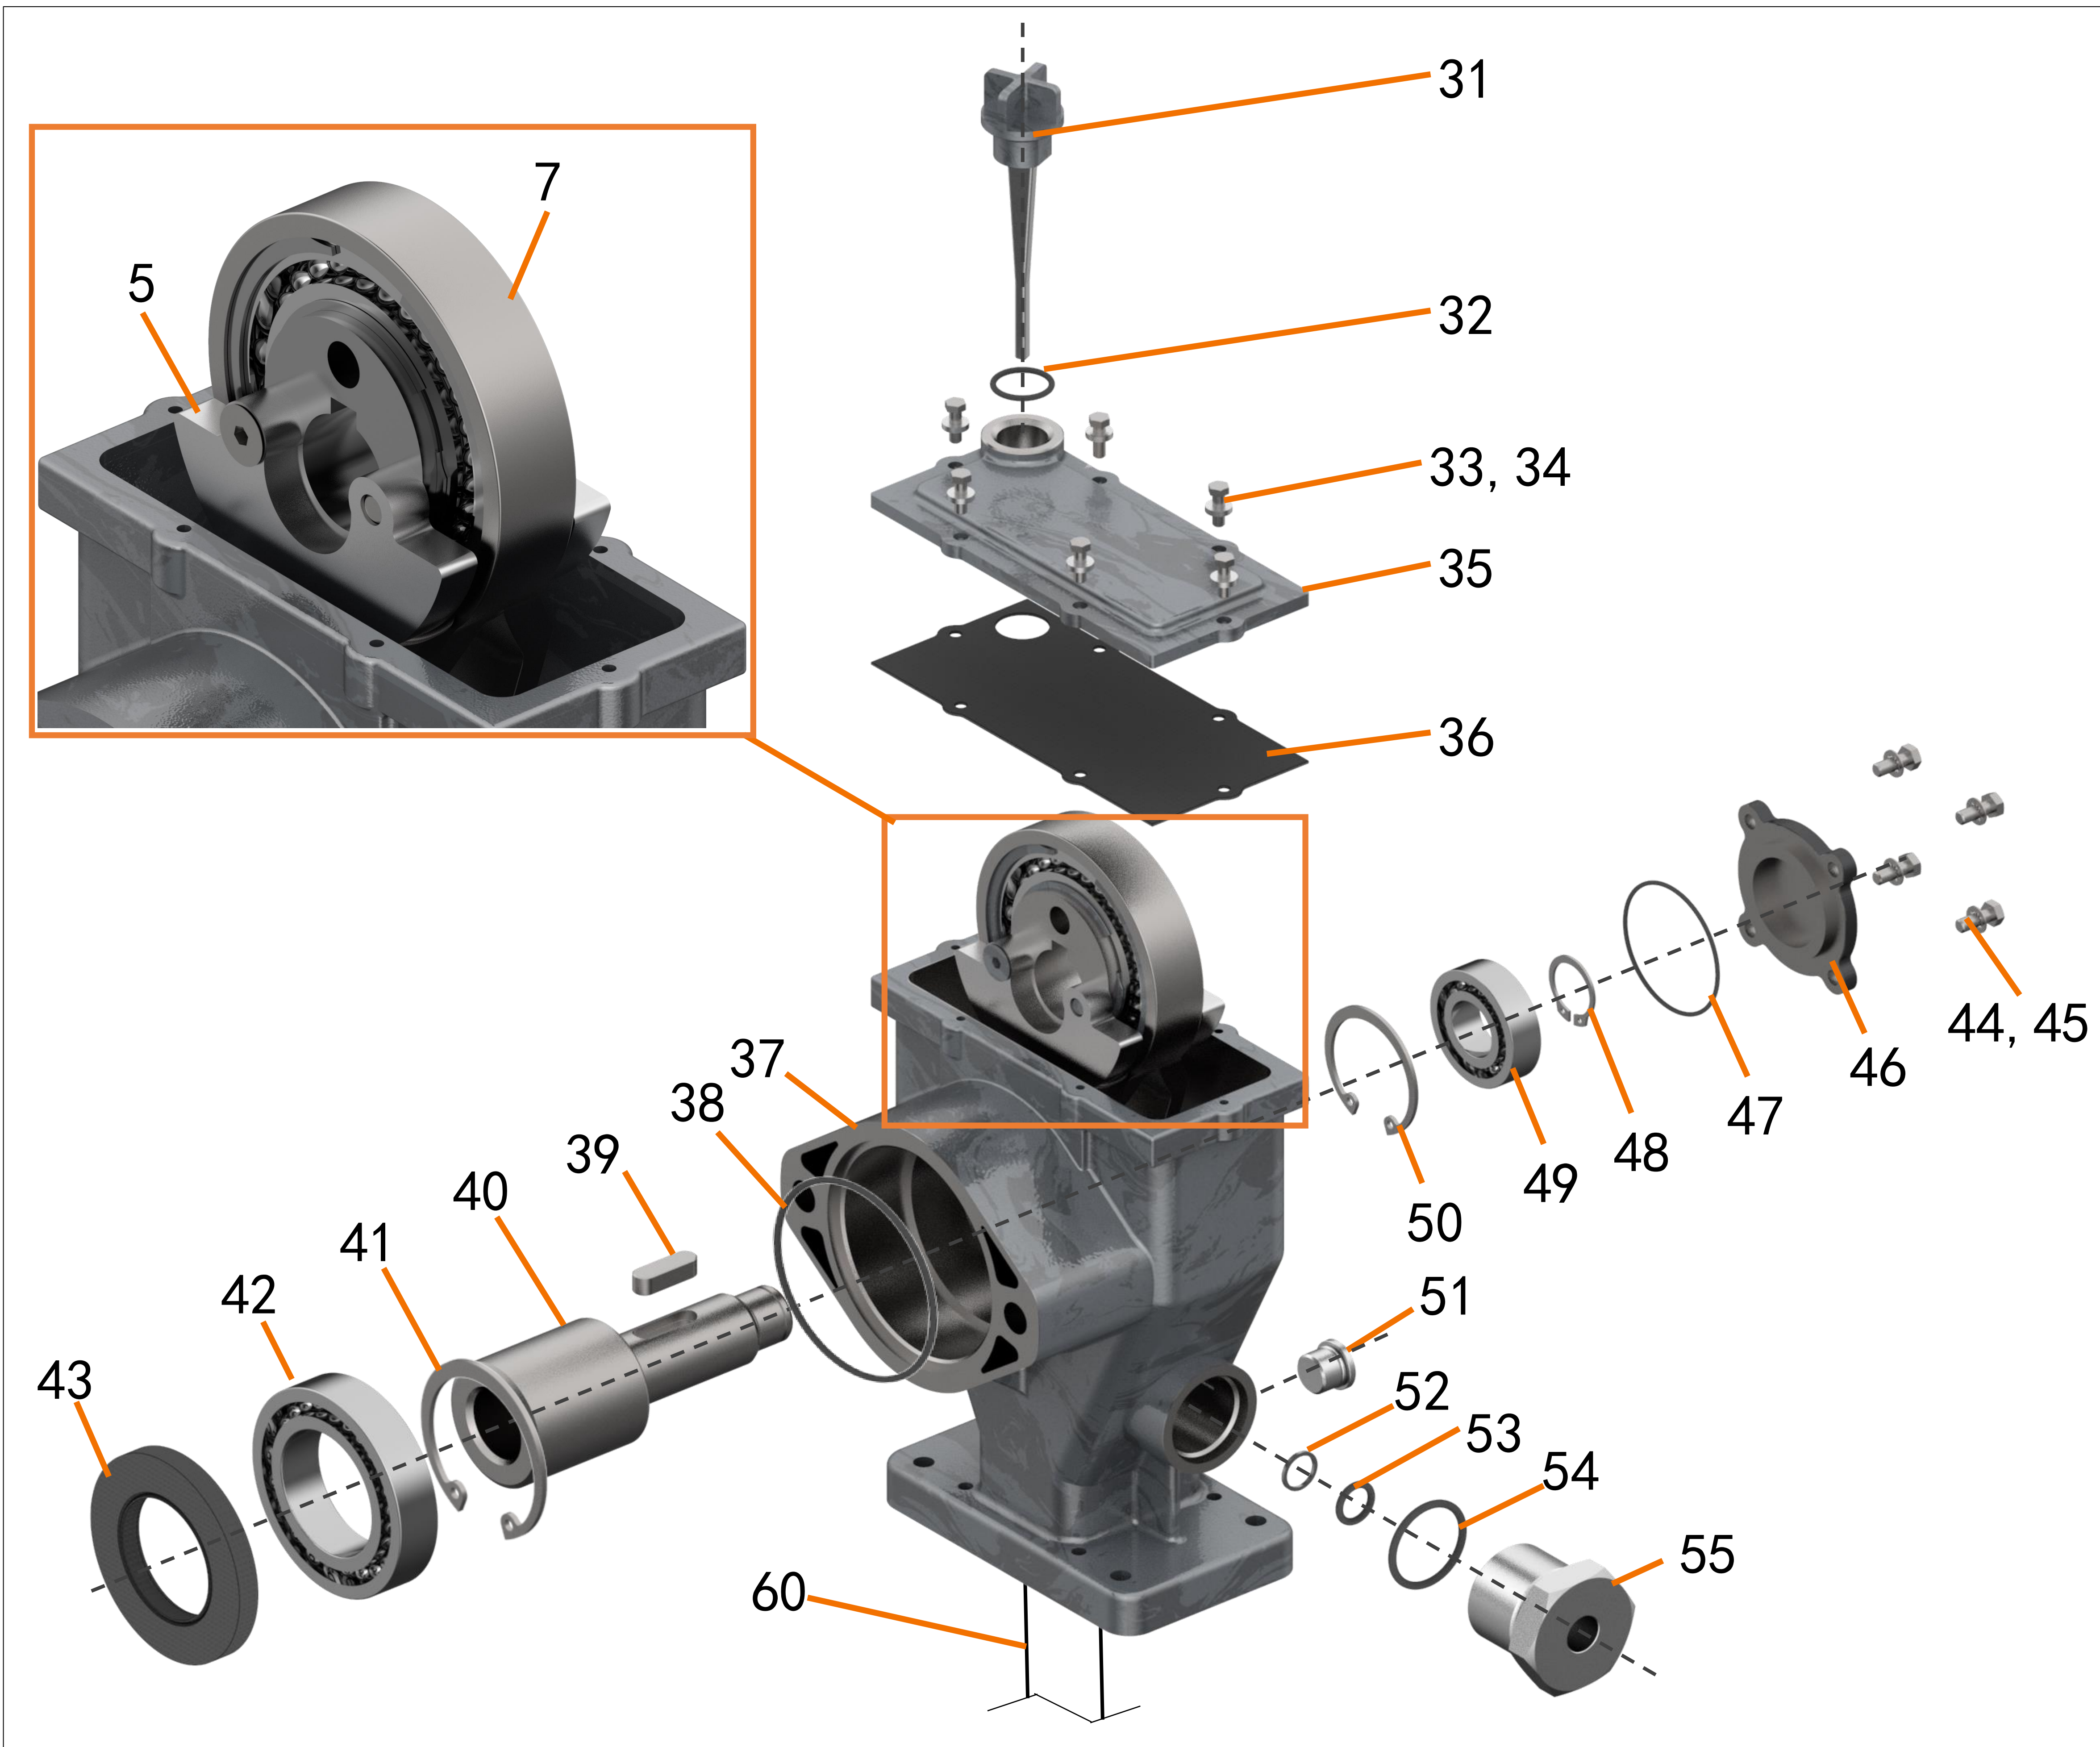

Рис.18.3
5. Снимите крышку корпуса (35) и прокладку (36).
6. Снимите крепежные винты гидравлического двигателя (74) и стопорные шайбы (73).
7. Снимите гидравлический двигатель (72).
8. Снимите крепежные винты коллектора (65) и коллектор в сборе (66).
9. Снимите редукционный клапан (70).
10. Снимите регулятор расхода (69).
11. Снимите картридж электромагнитного клапана (67).
12. Снимите гайки выходного штифта (55) с обеих сторон корпуса насоса (37).
13. Снимите уплотнительные кольца (54 и 53) и опорную шайбу (52) с гаек выходного штифта (55).
14. Ослабьте винты (44), удерживающие крышку вала (46) на корпусе насоса (37). (→ Рис.18.3).
15. Снимите стопорное кольцо (48) с вала насоса (40).
16. Снимите вал насоса (40), нажав на стопорное кольцо (48) со стороны вала насоса.
17. Снимите стопорное кольцо (63) с трубки корпуса (60) (→ Рис 18.2).
18. Извлеките заглушку (62) из трубки корпуса (60).
19. Снимите спиральное стопорное кольцо (61).
20. Ослабьте и снимите корпус трубки (60).
21. Снимите бронзовый подшипник (56) с корпуса трубки (60).
22. Снимите уплотнительное кольцо (57) с корпуса трубки (60).
23. Снимите опорную шайбу (58) с корпуса трубки (60).
24. Снимите уплотнительное кольцо (59) с корпуса трубки (60).